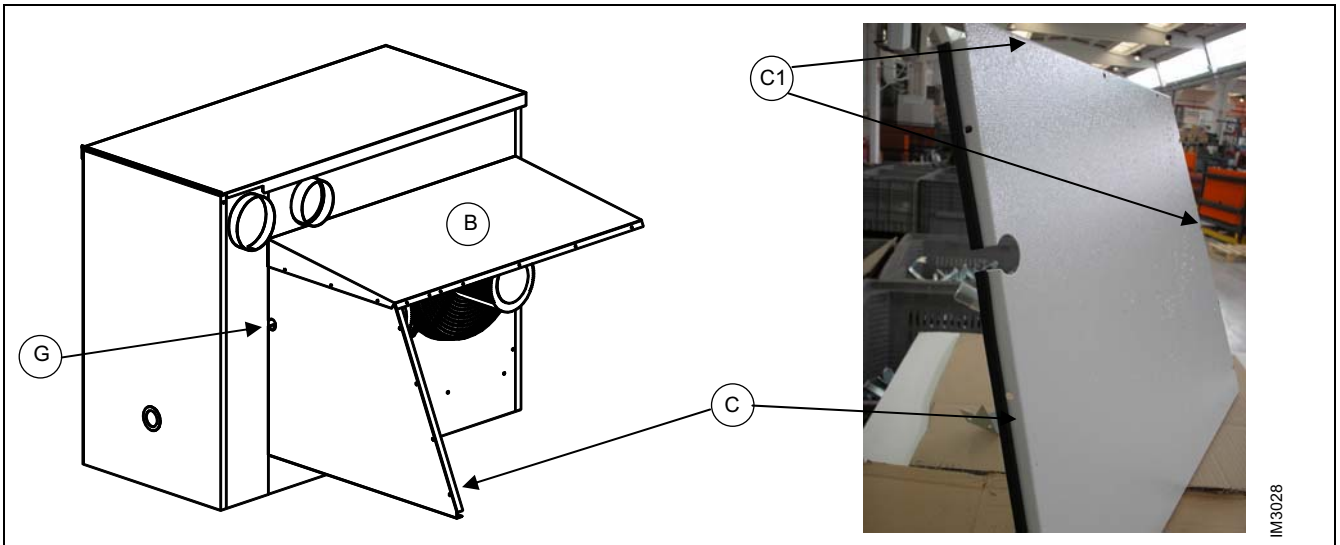

Figure 12 – POSITIONNEMENT DE LA GARNITURE DE TENUE DE FIXAGE DU PRESSE- ÉTOUPE ET MONTAGE COTE GAUCHE DU CHASSIS DE REPRISE
2. Positionner la garniture de tenue sur la côté gauche C voir Figure 12. Insérer le presse-étoupe dans le logement G. Enduire le silicone fournit sur les deux coté où ils sont positionnés les trous (C1) et procéder ensuite au fixage utilisant les vis M4 à tête hexagonale.